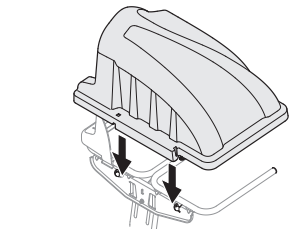

Figura 15
5. Instale la cubierta de la embolsadora en el conjunto de soporte de la bolsa. La cubierta va dentro de las dos lengüetas de montaje. Consulte la Figura 15.